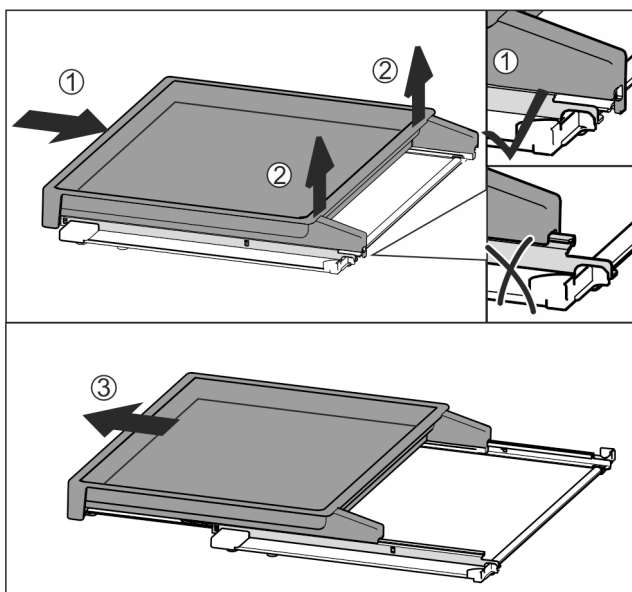

Fig. 114
- ▶ Вставить вытяжную панель полностью Fig. 114 (1).
- ▶ Отпустить фиксацию на задней стороне Fig. 114 (2).
- ▶ Извлеките вытяжную панель движением вперед Fig. 114 (3).